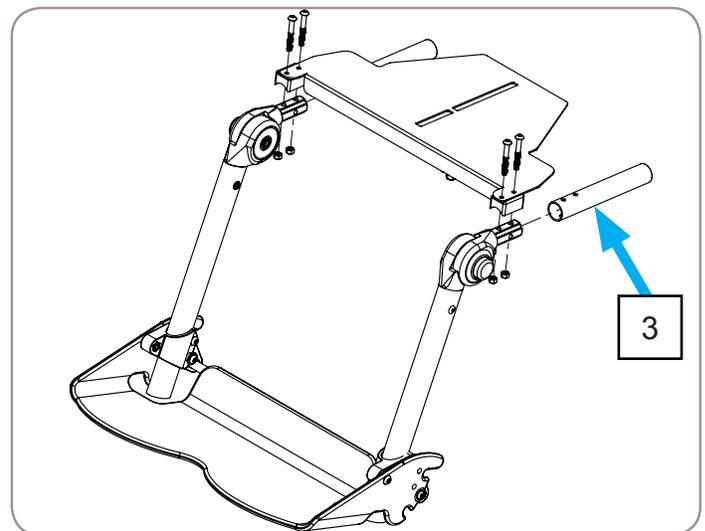

Figure 25
5. Retirez les tubes de siège courts **3** de l'assemblage du siège avant. Clé hexagonale de 4 mm et clé de 10 mm requises. Consultez la figure 25.